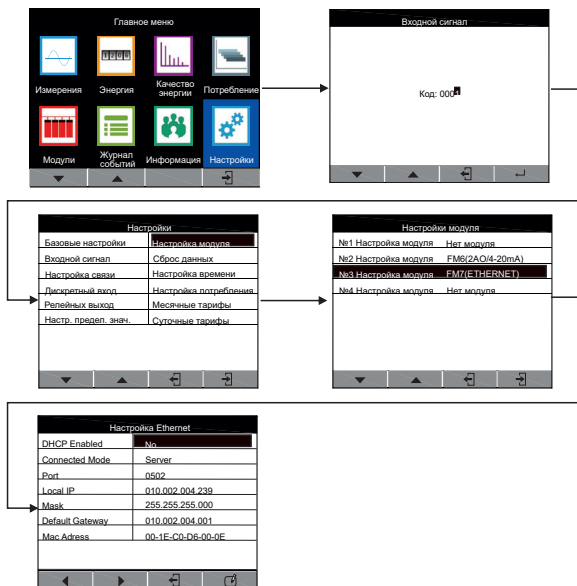

Рисунок 10 – Пример настройки модуля AR-PQ23D-FM-07 через PQ720 и PQ720C
4.3.4.2 Конфигурация модуля AR-PQ23D-FM-07 через анализатор качества. DHCP, Port, Local IP, Mask и Gateway (рисунок 10).